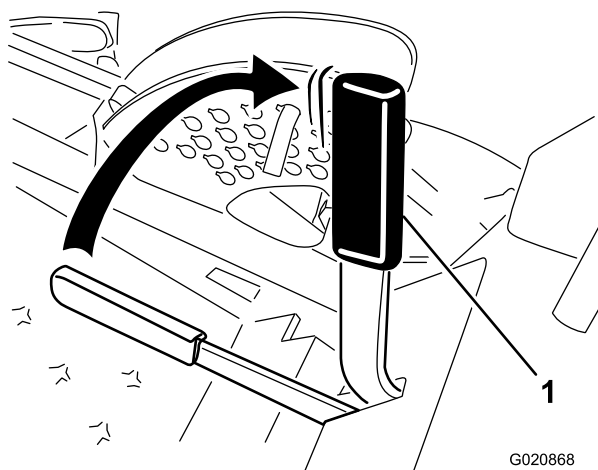

Figura 13
2. Puxe para cima e para trás a alavanca do travão de mão para aplicar o travão de mão (Figura 13).